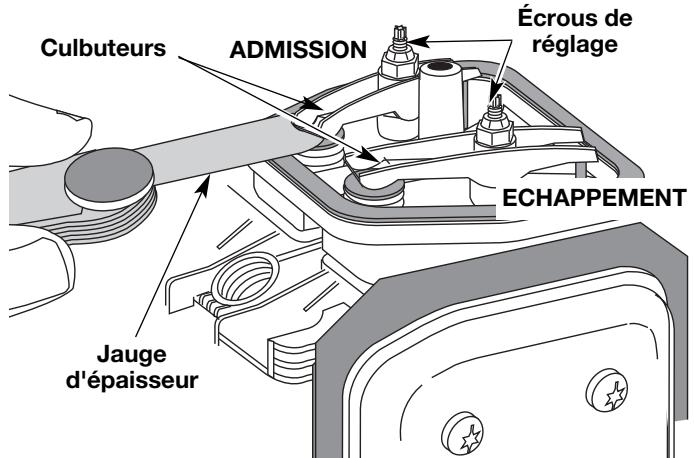

Figure 40
9. Glissez la jauge d'épaisseur entre le culbuteur et le ressort de rappel de la soupape. Mesurez le jeu entre la tige de soupape et le culbuteur (Fig. 40). Faites-le pour les soupapes d'admission et d'échappement.
L'écart de jeu recommandé pour l'admission et l'échappement est de 0,076 – 0,152 mm (0,003 – 0,006 po). Servez-vous d'une jauge d'épaisseur d'automobile standard de 0,127 mm (0,005 po). La jauge d'épaisseur devrait pouvoir glisser entre le culbuteur et la tige de soupape en rencontrant une faible résistance mais sans coller (Fig. 40).